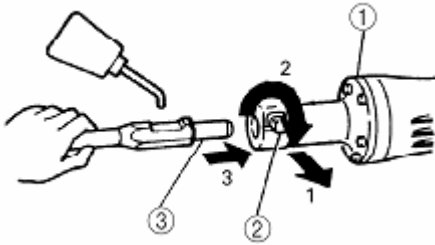
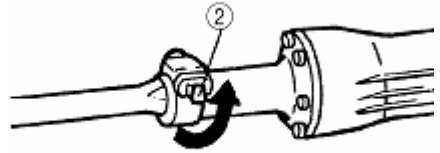

Рисунок 2
Рисунок 3
1) необходимо почистить, а затем смазать небольшим количеством (1-2 г) хвостовик сменного инструмента (3) (смотрите рисунок 2) пластичной смазкой или индустриальным маслом.
2) повернуть стопорный рычаг (2) на 180° по часовой стрелке, одновременно притягивая его к себе (смотрите рисунок 2).
3) вставить хвостовик сменного инструмента (3) в шестигранное отверстие в передней части корпуса изделия (1).
4) зафиксировать сменный инструмент, повернув стопорный рычаг (2) на пол-оборота в исходное положение (смотрите рисунок 3).